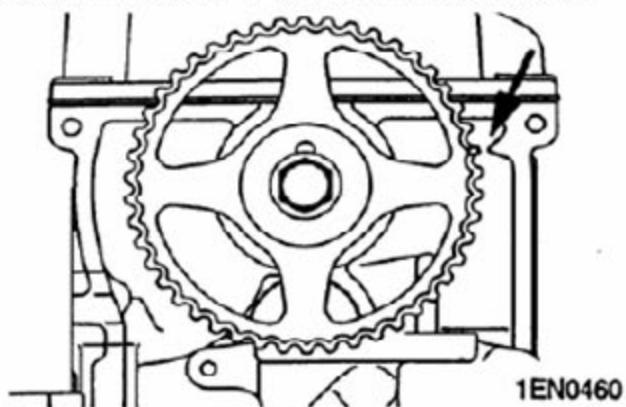

图 3-12
A).如图 3-12 将凸轮轴正时记号与气缸盖的正时记号对准。